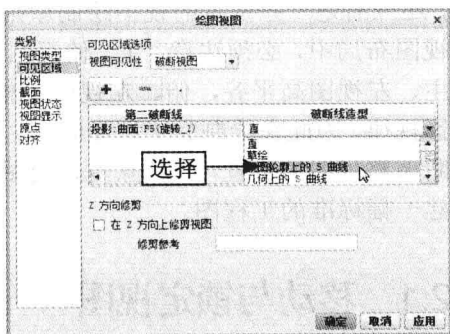

图 12-53 选择相应选项
Step 04 在“破断线造型”下方的列表框中单击“直”右侧的下拉按钮，在弹出的下拉列表中选择“视图轮廓上的 S 曲线”选项，如图 12-53 所示。